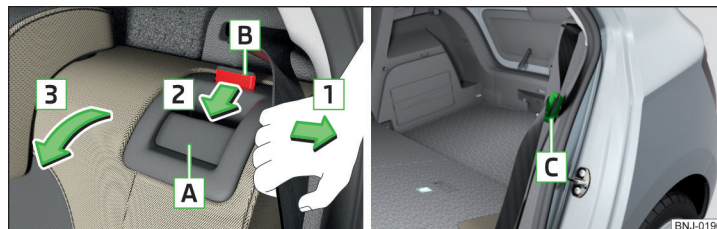

Fig. 56 Rabatarea înainte a spătarului/reglarea disponibilității centurii de siguranță
- Trageți centura de siguranță exterioară înspre capitonajul lateral, în sensul săgeții **1** » fig. 56.
Elementul de fixare al centurilor de siguranță exterioare **C** poate fi introdus în capitonajul lateral - poziția stand-by » fig. 56.